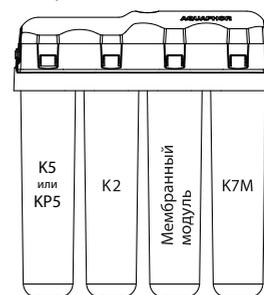

Рисунок 8
- В соответствие с (рис. 8) «Положение модулей в DWM», установите модули в положение «для промывки» (промывочная заглушка находится под крышкой водоочистителя - см. рис 1). Для этого вставьте модуль до упора в соответствующий коллектор и поверните по часовой стрелке до щелчка (рис. 7).